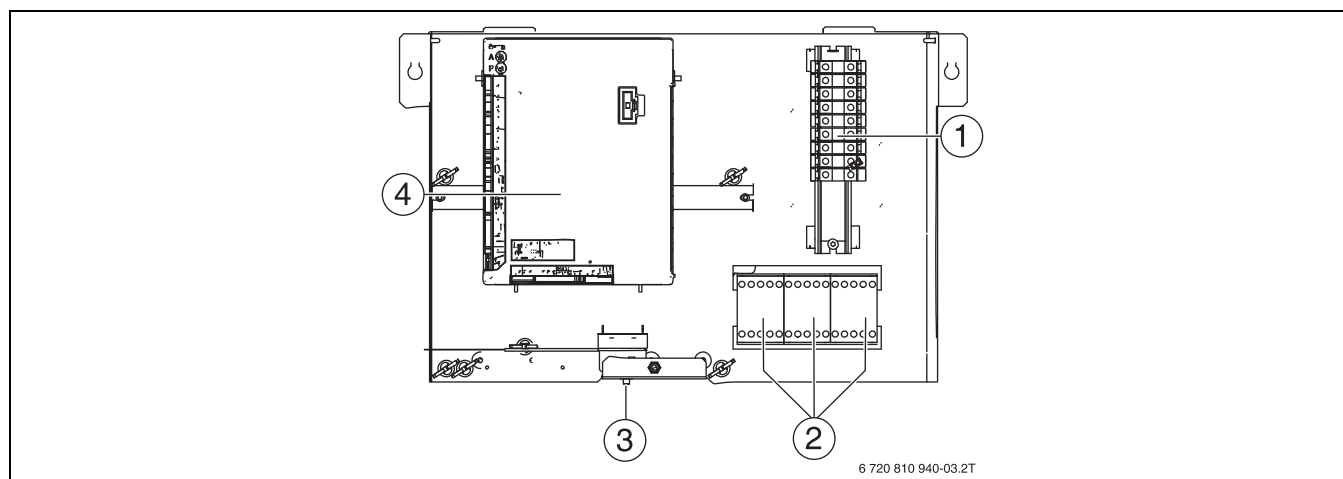

Fig. 16 Plassering i koblingsskapet
- ▶ Tilbakestill overopphetingsvernet. For å gjøre det må du trykke tasten på undersiden av styreenheten (→ [3], fig. 16).